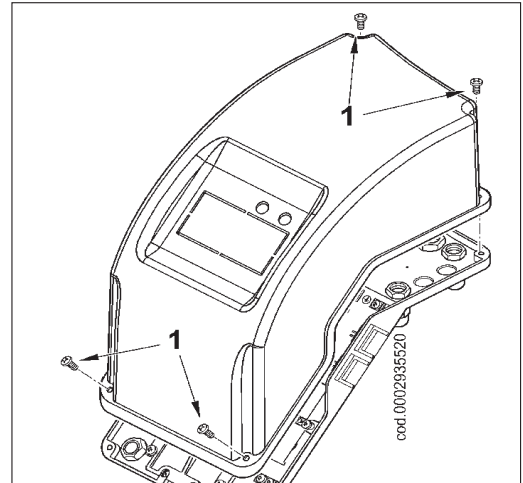

Рис. 2
- Отверните 4 винта (1), как показано на рисунке 1. Снимите крышку для получения доступа к щиту управления горелки.
- Ослабьте винты (2) для снятия зажимной пластинки проводов (3), через отверстие пропустите 7-штырьковый и 4-штырьковый разъёмы (см. рисунок 2).